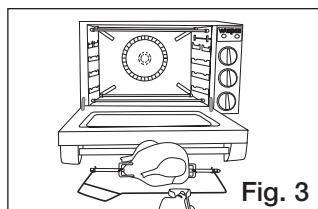

Fig. 3
10. Utilisez la poignée du tournebroche pour sortir le poulet du four (Fig.3). Tenez la poignée à l'aide de maniques ou gants de cuisiniers.